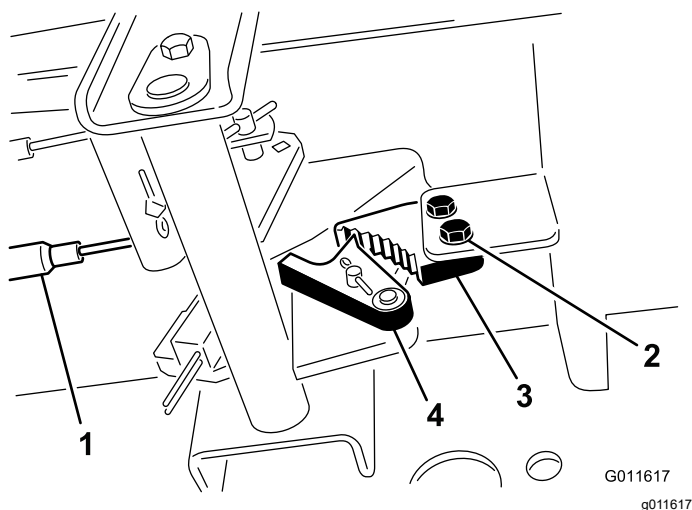

Figura 145
2. Slăbește cele 2 uruburi care fixează clichetul frânei de parcare pe cadru (Figura 145).
3. Apăsai pedala frânei de parcare în față până când elementul de reinere a frânei se cuplează complet pe clichetul de frână (Figura 145).